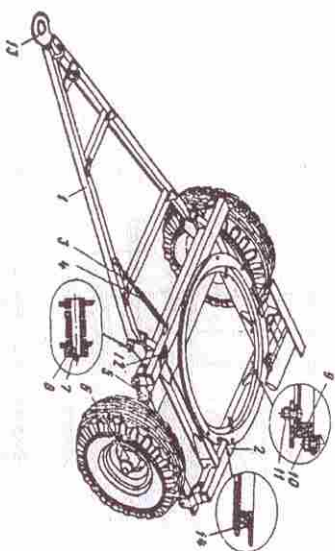

Рис. 4. Тележка поворотная:
4.3. Тележка поворотная (рис. 4). Поворотная тележка состоит из рамы 2, поворотного круга 9, ступора поворотного устройства 12, дашла 1, пружины 4, оси передней с колесами и тормозами 6, передней подвески 5
4.3.4. Дашло прицепа сварное, имеет вид жесткой треугольной рамы, состоящей из двух основных балок, соединенных между собой поперечинами. Слестная петля 13 (см. рис. 4) крепится к дашлу с помощью сварки.